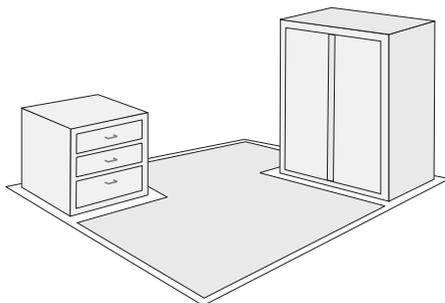

Рис. 10
2. Определите площадь обогрева (вычтите из общей площади помещения места расположения мебели без ножек, бытовой техники и т. д.) (рис.10).